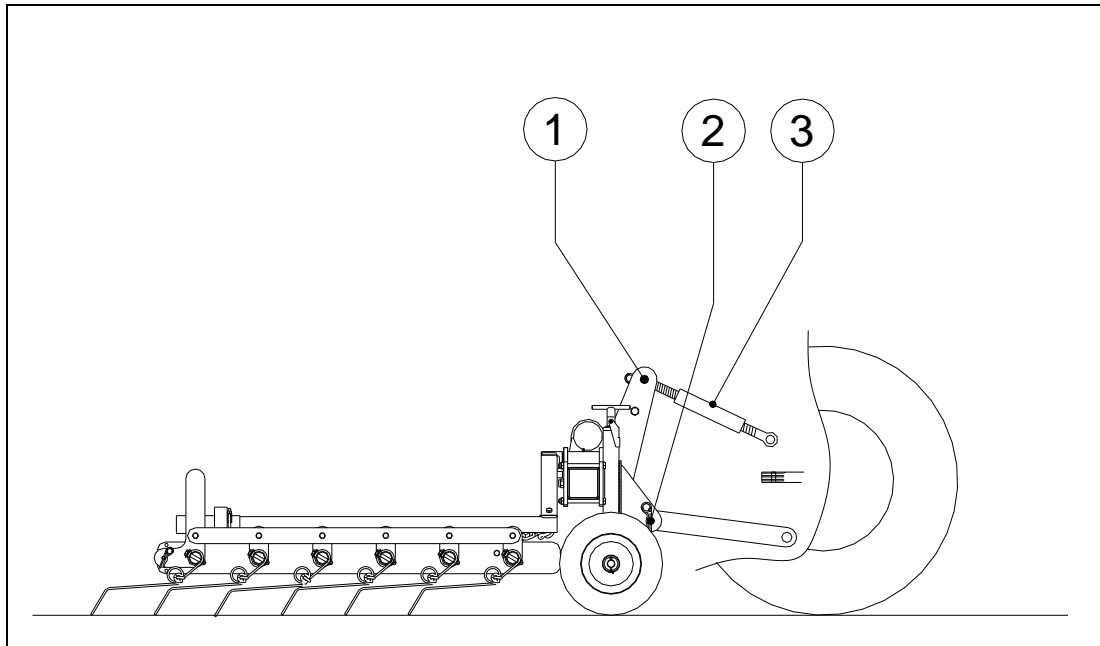

Fig. 8
Qui di seguito viene spiegato il metodo di attacco: (si veda fig.8)
3. Ruotare la staffa superiore (3) in modo che la macchina si trovi in posizione perpendicolare rispetto al terreno (si veda fig. 8)